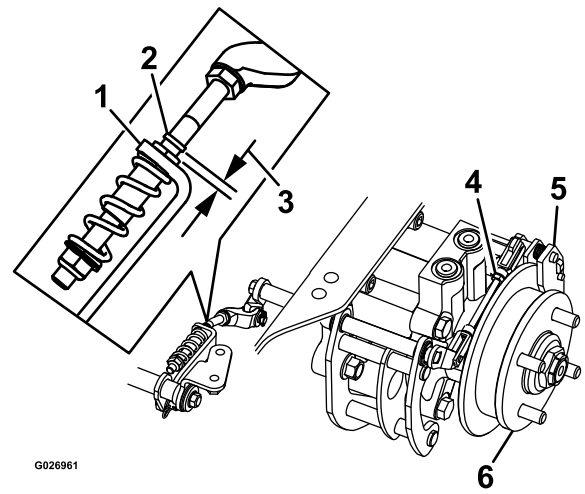

Figure 78
7. Vérifiez si un espace est visible entre le support en L et la butée de tringlerie (Figure 78).